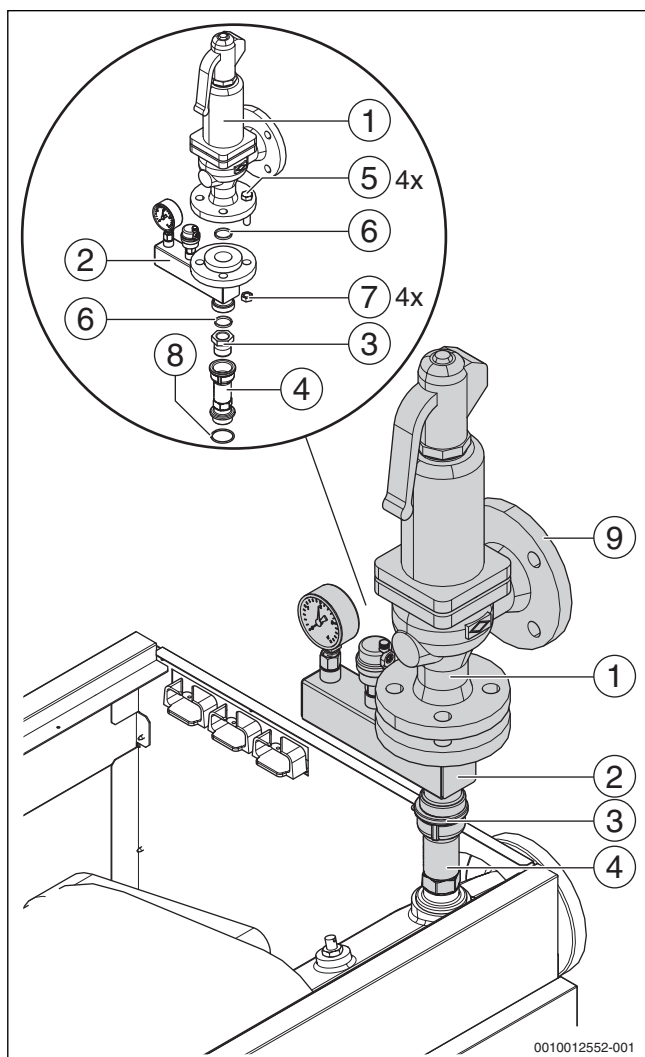

Рис. 19 Комплект безопасности 4-6 бар (показано правое исполнение котла)
- ▶ Установите предохранительный клапан на резьбовой штуцер подающей линии котла с подходящим герметиком или с прилагаемыми уплотнениями (→ рис. 19).